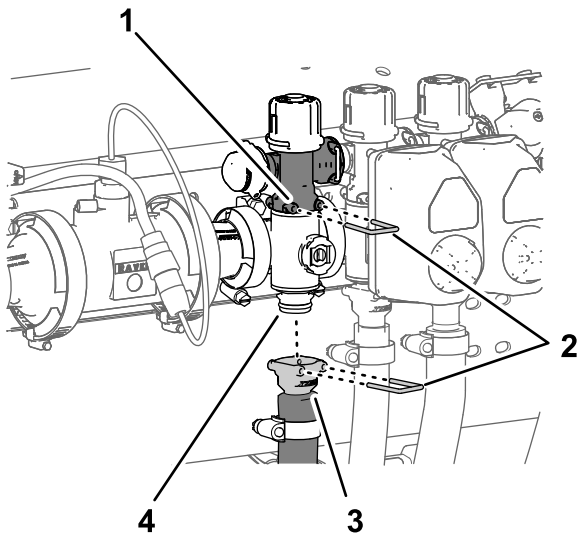

図 133
3. ブームバルブマニホルドのクイックコネクフィッティングを、ブームバイパスバルブのクイックディスプレイソケットに組み付けて、クイックコネクピンで固定する 図 132 と 図 133。
- boomホースのクイックコネクタカップラを、boomバルブマニホルドのクイックコネクタフィッティングに組み付けて、クイックコネクタピンで固定する 図 133。